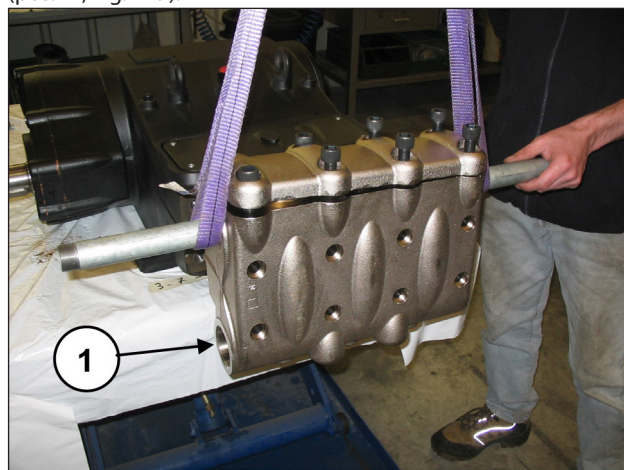
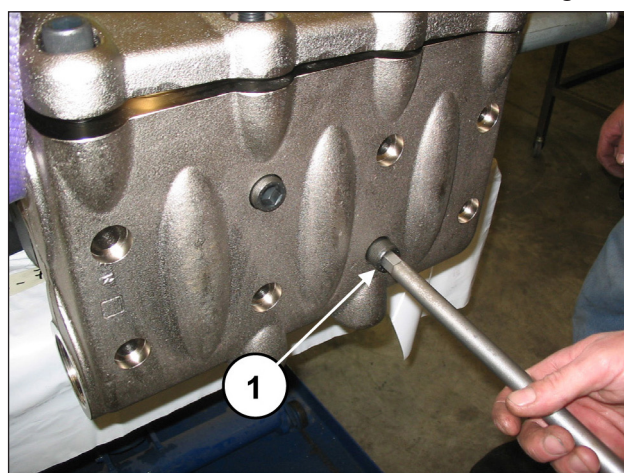

Fig. 128
Fig. 129
Montare la testata sul carter pompa (pos. ①, Fig. 128) facendo attenzione a non urtare i pistoni ed avvitare le 8 viti M16x180 (pos. ①, Fig. 129).
Serrare le 8 viti M16x180 partendo dalle 4 viti interne in modo incrociato (vedere Fig. 128), per poi proseguire con le 4 viti esterne, sempre serrando in modo incrociato.